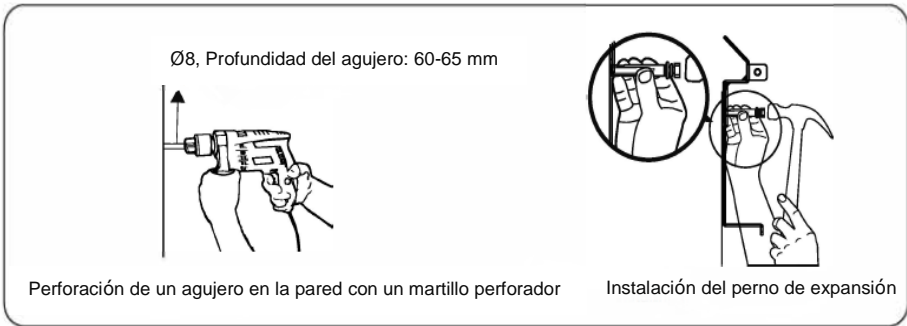

Figura 4.12 Perforación de un agujero e instalación de pernos de expansión (unidad: mm)
**Paso 4** Perfore los agujeros con un taladro de percusión e instale los pernos de expansión, como se muestra en la figura 4.12.